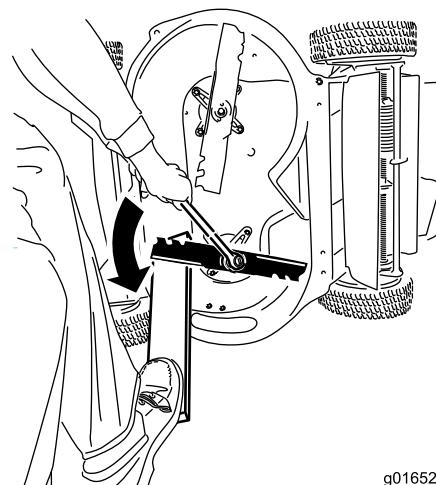

Figura 43
1. Usate un blocco di legno per tenere ferma la lama e ruotate la lama in senso antiorario come mostrato in (Figura 43).